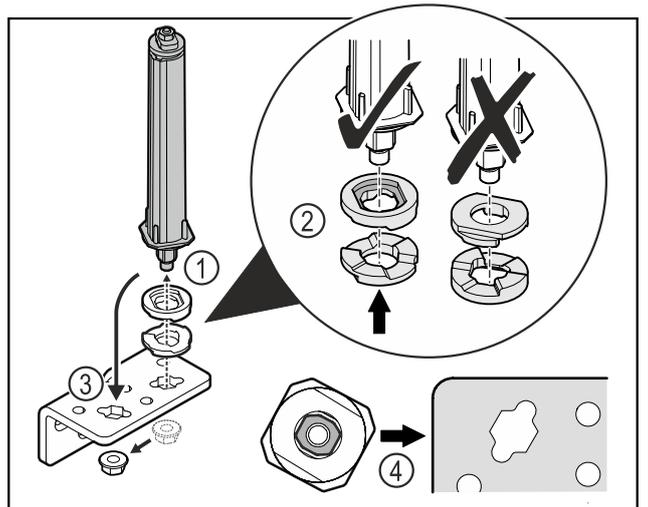

Fig. 27
- Mutter lösen und Türschließsystem entfernen Fig. 27 (1).
- Auf die korrekte Ausrichtung der Höhenverstelleisbeiben achten Fig. 27 (2).
- Türschließsystem im Scharnierwinkel umsetzen und mit der Mutter fixieren Fig. 27 (3).
- Beim Einsetzen auf die korrekte Ausrichtung des Türschließsystems achten Fig. 27 (4).